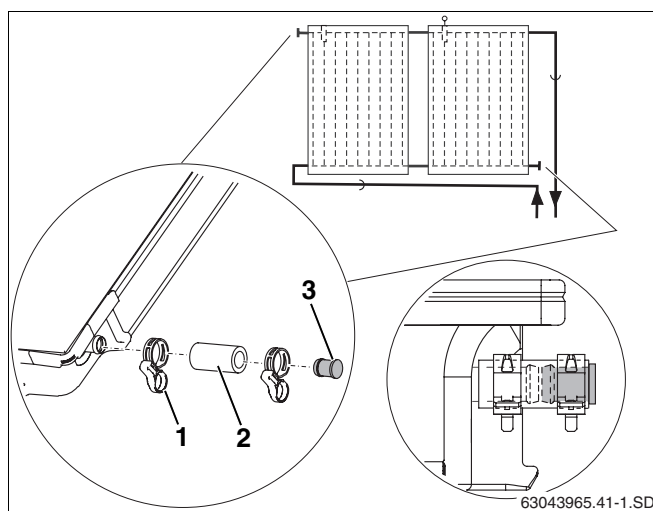

Fig. 21 Montage du bouchon plein et de la bride du compensateur
- Insérer les tubes solaires de 55 mm (fig. 21, **pos. 2**) avec le bouchon plein prémonté, sur les deux raccords libres du champ de capteurs.